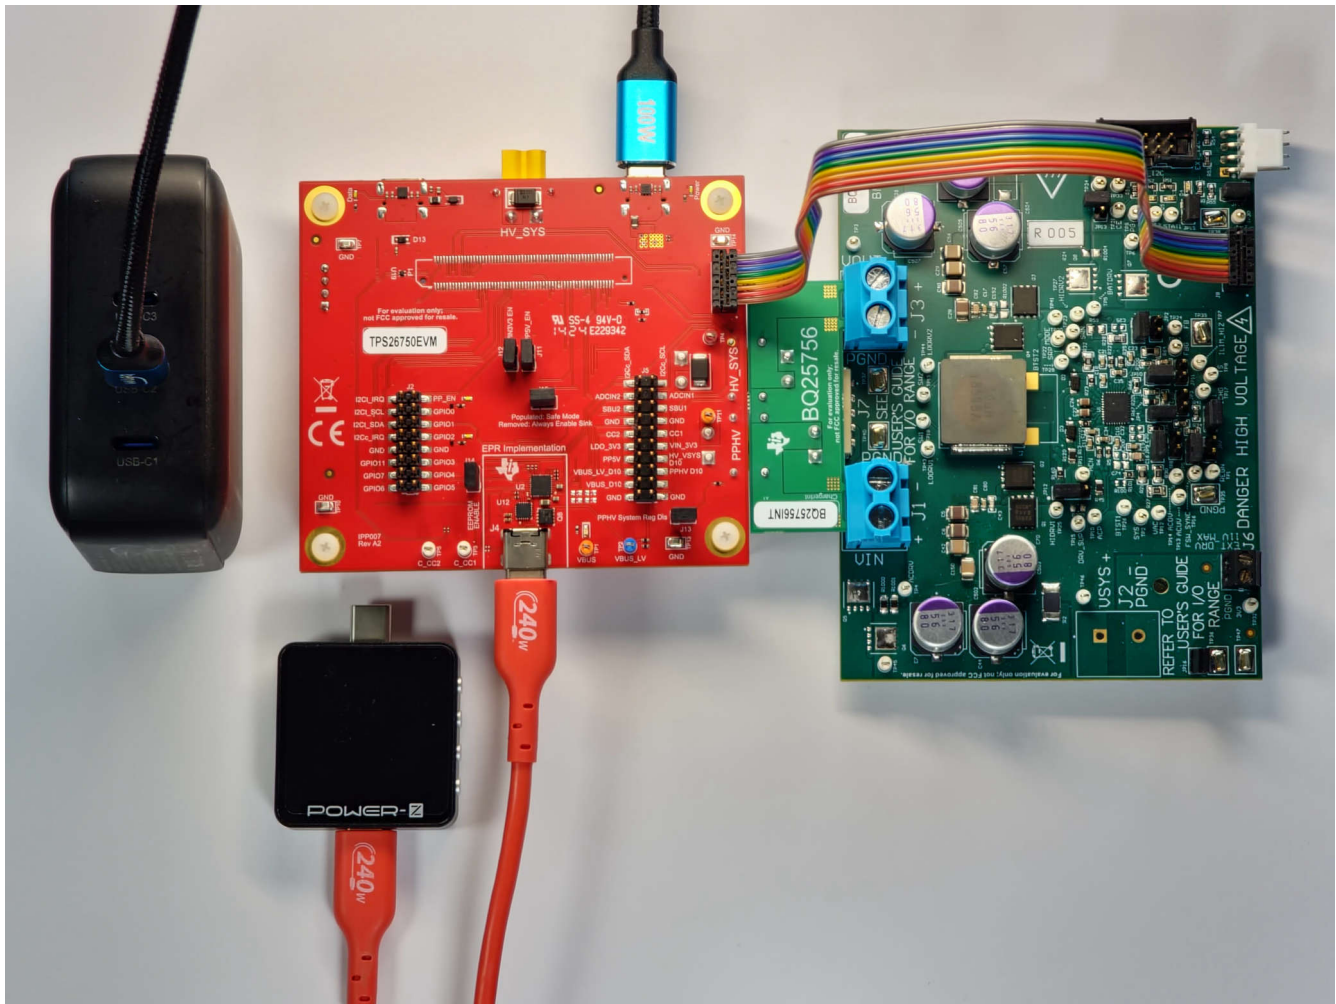

图 2-11. 使用 Power-Z 测试 TPS26750EVM 的供电 PDO 的测试设置
当充当与端口伙伴 TPS26750 (供电方) 相关的受电方时，此器件还可以逐步执行 USB-PDO 合约 (电源数据对象 (PDO))，以测试 TPS26750EVM 为每个 PDO 供电的能力。该器件所示的设置让用户可以通过 BQ25756EVM 的集成控制来测试 TPS26750EVM 的已配置 USB-PD 合约 (PD)；请参阅图 2-11。